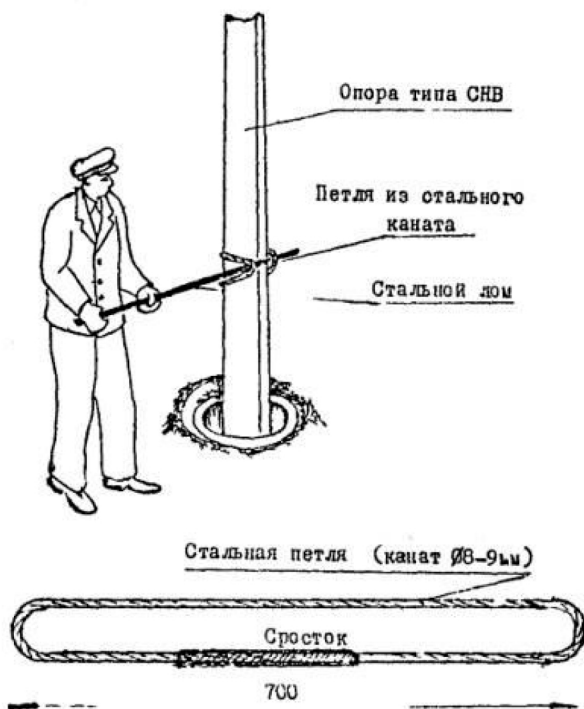

Рис. 9. Кантование железобетонной опоры типа СНВ при помощи петли из стального каната и лома
- при помощи лома и петли регулируют положение траверс и вертикальность опоры во взаимно вертикальных плоскостях (рис. 9), после чего яму окончательно засыпают грунтом с его послойным трамбованием.